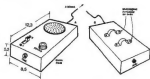

Fig. 6
- 1 - Par de braçadeiras para fixação da caixa do DEME à haste (ver fig. 6)
Em circuitos desse tipo a acomodação geral (caixa e disposições externas) é muito importante, já que capacitâncias distribuídas e outros fenômenos inerentes às características do projeto podem influenciar no seu funcionamento. Assim, recomendamos que o leitor siga as sugestões das figs. 6 e 7 no acabamento final do seu DEME. . .
Na fig. 6 temos os detalhes da caixa do circuito, que deverá também abrigar o suporte com as pilhas. Na parte frontal ficam a cápsula de cristal, o controle de sensibilidade e a chave geral. Nos fundos da caixa, duas bebedeiras servirão para fixação da caixa à haste. Numa das laterais menores pode ficar o jaque do "fone" e, na lateral oposta, a saída do cabo estêreo para a bobina. Notar que tanto a placa do circuito, quanto o suporte das pilhas, deverão ser bem fixados no interior da caixa, pois se eles "andarem" lá dentro, poderão ocorrer instabilidades ou "desintonizações" no funcionamento do DEME.